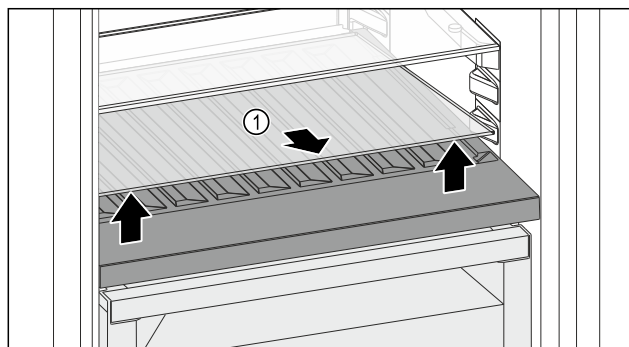

Fig. 116
- ▶ Podnieść płytę szklaną Fig. 116 (1) z przodu przy zagłębieniu i wyciągnąć.
- ▶ Przechować płytę szklaną Fig. 116 (1) w bezpiecznym miejscu poza urządzeniem.